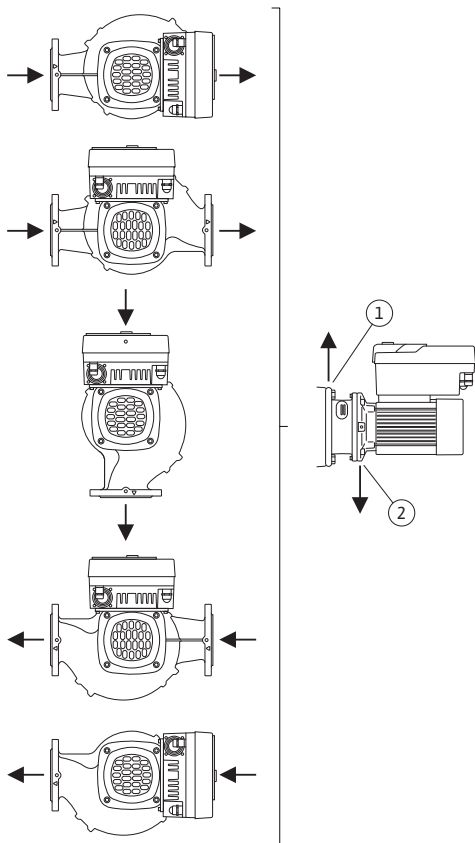

Fig. 8: Posizioni di montaggio ammesse con albero del motore orizzontale
Le posizioni di montaggio ammesse con albero del motore orizzontale e modulo elettronico verso l'alto (0°) sono illustrate nella Fig. 8.
La disaerazione della pompa è garantita solo se la valvola di disaerazione è rivolta verso l'alto (Fig. 8, pos. 1).
Solo in questa posizione (0°) il condensato formatosi può defluire in modo mirato attraverso gli appositi fori, la lanterna della pompa e il motore (Fig. 8, pos. 2).